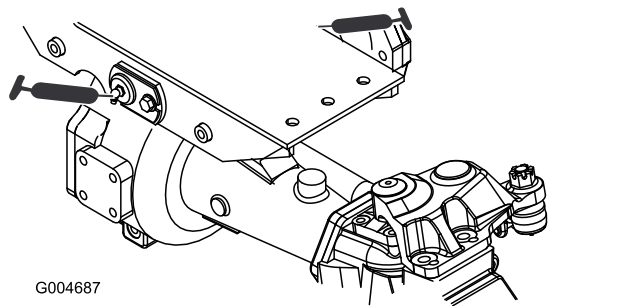

Figura 77
- Casquillos de los pivotes de los ejes delantero y trasero (2) (Figura 77).